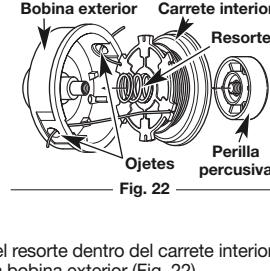

Fig. 22
- Pase los dos extremos de línea a través de los ojetes de la bobina exterior. Ponga el resorte dentro del carrete interior. Inserte el carrete interior en la bobina exterior. Empuje a la vez el carrete interior y la bobina exterior (Fig. 22).